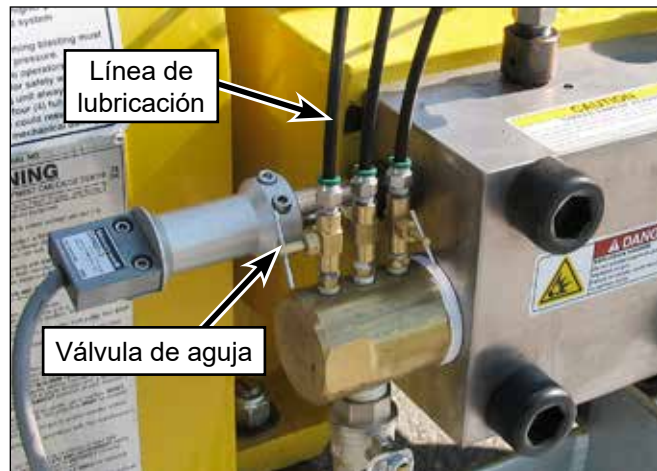

Figura 10: Ajuste de la válvula de agua (40K).
4. Si es necesario, ajuste las válvulas de agua (Figura 10) para cambiar el flujo de agua. La ubicación de las válvulas de agua variará según la bomba. Solo se necesita un flujo muy pequeño pero constante. En la serie 6000, el agua no debe sobrepasar el orificio superior. Un flujo excesivo causará demasiadas salpicaduras, que podrían provocar que el agua inunde el extremo de potencia y contamine el aceite. Ajuste las válvulas de agua para evitar un flujo de agua de lubricación excesivo. Vuelva a revisar el flujo de agua de lubricación periódicamente durante el funcionamiento.